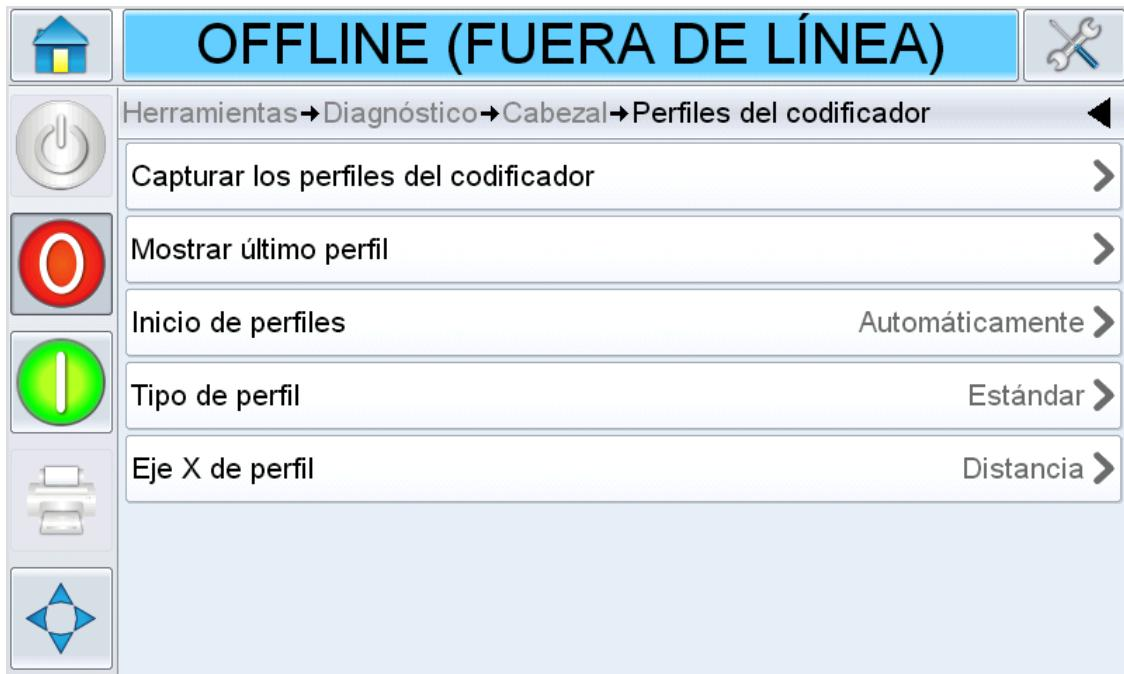

Figura 5-16: Pantalla de perfiles del codificador
1. Toque Encoder Profiles (Perfiles del codificador) en la página de Printhead (Cabezal) para acceder a los parámetros Encoder Profiles (Figura 5-16).